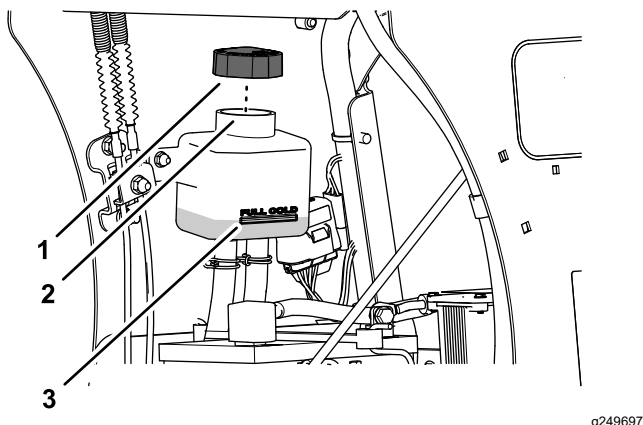

Figura 55
3. Togliete il tappo dal serbatoio di espansione e controllate il livello del fluido idraulico della trasmissione all'interno del serbatoio (Figura 55).
4. Se necessario rabboccate con il fluido idraulico della trasmissione indicato fino a quando il livello del fluido non raggiunge la linea FULL COLD (PIENO A FREDDO) del serbatoio di espansione (Figura 55).
4. Continuate a rabboccare con il fluido idraulico della trasmissione indicato fino a quando non raggiunge la linea FULL COLD (PIENO A FREDDO) sul serbatoio di espansione; fate riferimento a Figura 55 in Controllo del livello del fluido idraulico della trasmissione \(pagina 53\).